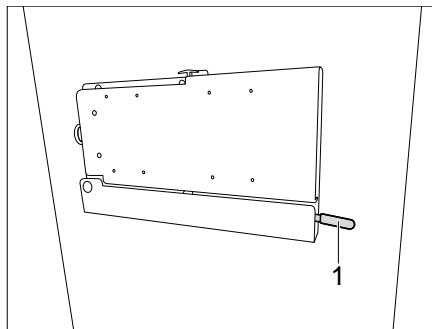

Bild 136 Halterung mit Gelenkarm (Variante 3)
- Hebel (Bild 136,1) nach unten drücken.
- Hebel (Bild 136,1) zur Arretierung wieder nach oben schieben.